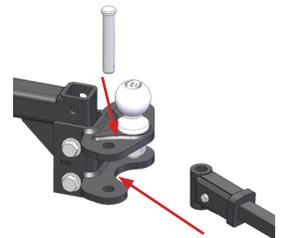

Figure 30
3. Verrouillez le coupleur et insérez la goupille de sécurité dans le loquet du coupleur. (Figure 30)
4. Insérez les barres de torsion dans la tête d'attelage et assurez-vous que la clavette d'arrêt est bien fixée. (Figure 30)